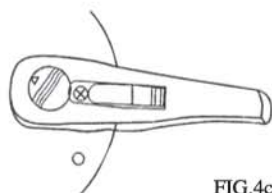

FIG.4c
3. Presione ligeramente la tapa hacia abajo (FIG. 4b) al tiempo que la gira en el sentido de las agujas del reloj, hasta que el mango superior e inferior esté perfectamente acoplado y el pulsador (3) se encuentre en la posición retrasada (FIG. 4c)